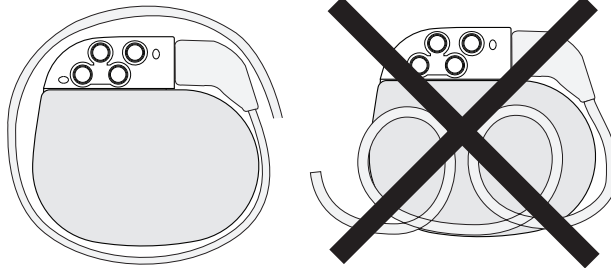

Figura 3. Enrole a extensão em excesso em volta do perímetro do neuroestimulador
- Não enrole o excesso de extensão na frente do neuroestimulador. Enrole o excesso de extensão em redor do perímetro do neuroestimulador (Figura 3) para minimizar a profundidade da bolsa subcutânea, ajudar a minimizar os potenciais danos durante a cirurgia de substituição do neuroestimulador, as possíveis dobras na extensão e a interferência com a telemetria. A extensão em excesso não deve exceder duas voltas em redor do perímetro do neuroestimulador. Um excesso de extensão maior pode interferir com a telemetria.